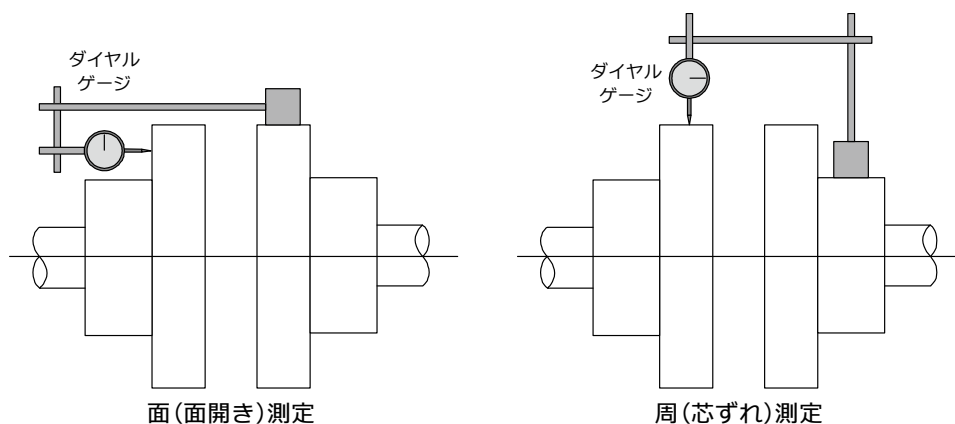

図 2.3-1 ダイヤルゲージによる芯出し
- (3) カップリングの面間寸法を外形図に記載されている寸法に従って、テーパゲージなどを用いて確認して下さい。
- (4) ダイヤルゲージなどを用いて芯出しを行って下さい(図 2.3-1)。カップリングの 90° 毎の 4 点を測定し、それぞれの値が面・周とも 5/100mm 以下となるように調整して下さい。